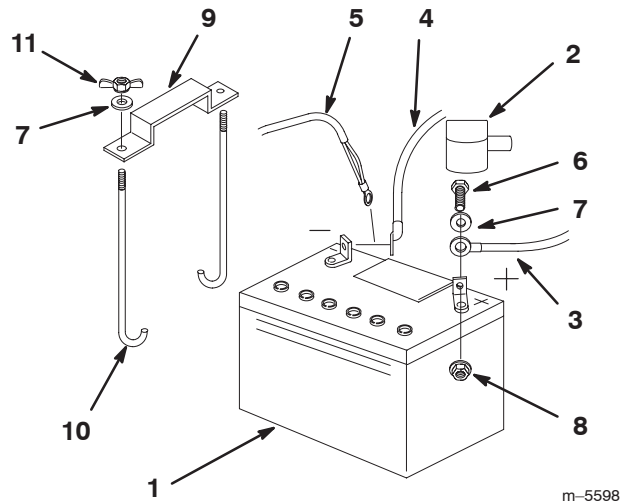

Figure 63
1. Placez la batterie dans son support en tournant les bornes vers le moteur (Fig. 63).
4. Fixez les câbles à l'aide de 2 boulons (1/4 x 3/4 pouce), 2 rondelles (1/4 pouce) et 2 contre-écrous (1/4 pouce) (Fig. 63).
6. Fixez la batterie en position avec des boulons en J, une barrette de maintien, 2 rondelles (1/4 pouce) et 2 écrous papillons (1/4 pouce) (Fig. 63).
4. Débranchez d'abord le câble négatif et le câble de masse de la borne négative (–) de la batterie (Fig. 63).
6. Débranchez le câble positif (rouge) de la batterie (Fig. 63).
7. Retirez les deux écrous papillons (1/4 pouce) qui fixent la barrette de maintien de la batterie (Fig. 63).